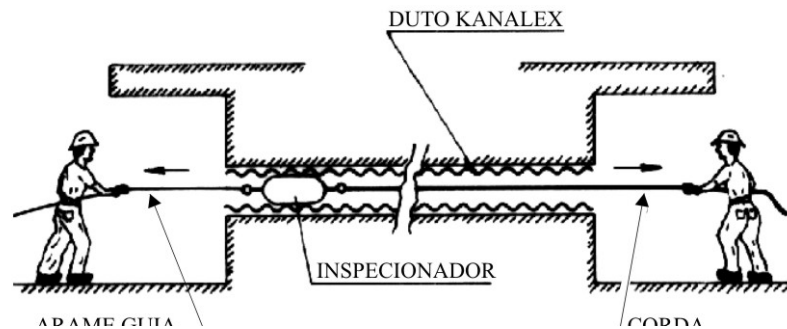

Figura 36
- Em seguida, puxamos o arame guia e introduzimos o inspecionador pelo interior do duto, até atingir a outra extremidade (Figura 36).